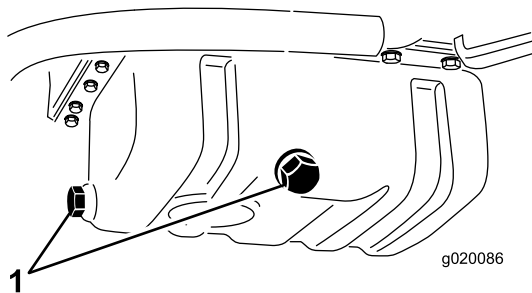

Figura 55
2. Retire cualquier de los tapones de vaciado (Figura 55) y deje fluir el aceite a un recipiente apropiado. Cuando el aceite deje de fluir, coloque el tapón de vaciado.